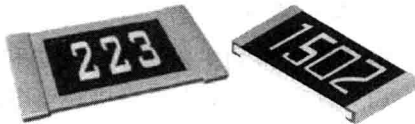

图 1.9 数码标注法
(3) 数码标注法。对体积更小的贴片电阻, 直接用3位或4位数码标注其阻值。如图1.9所示: 数值223中, “22”表示有效数字, “3”表示倍乘 10^3 , 即阻值为 $22 \times 10^3 \Omega = 22\text{k}\Omega$; 数值1502中, “150”表示有效数字, “2”表示倍乘 10^2 , 即阻值为 $150 \times 10^2 \Omega = 15\text{k}\Omega$ 。采用这种方法标注, 不能表示出电阻器的额定功率, 对额定功率的判定只能依赖于封装。